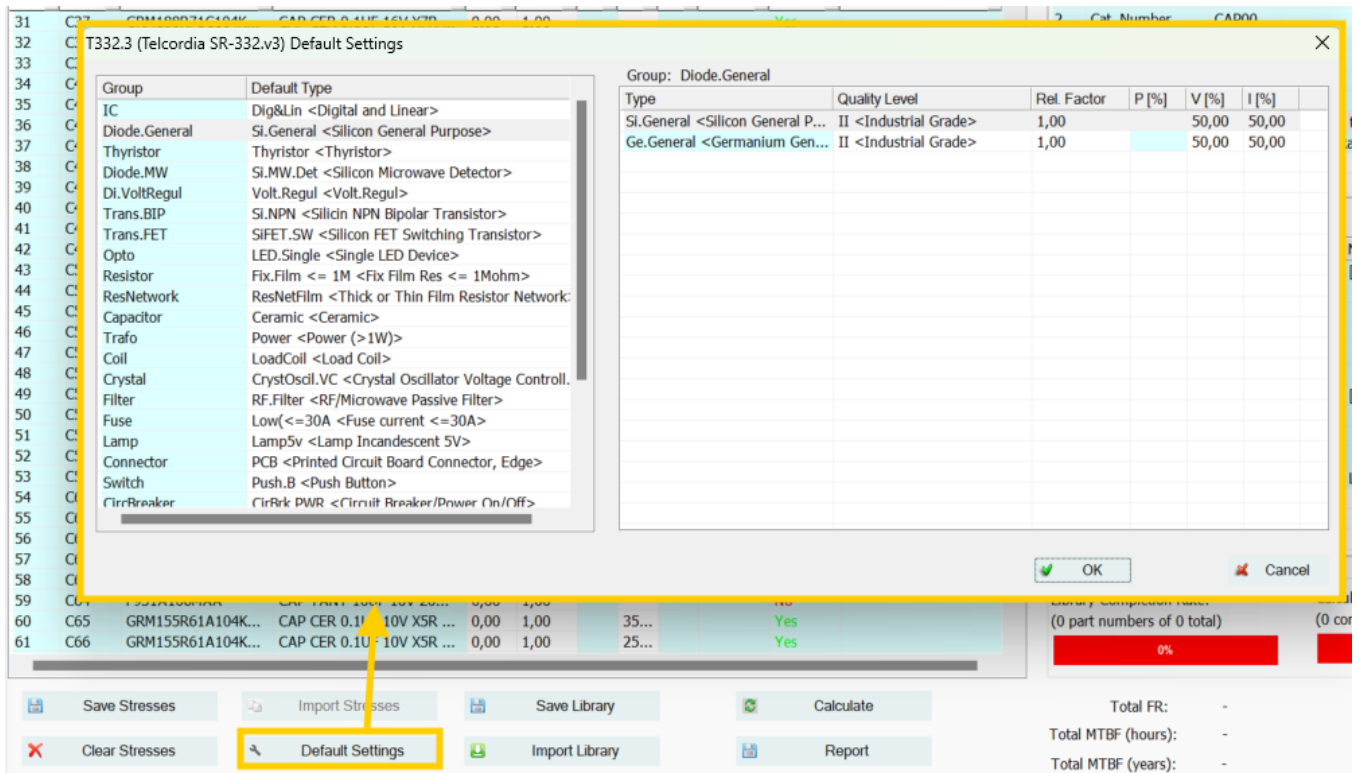

Figure 54. Default Settings
**Default Settings** ouvre la fenêtre **T332.3 (Telcordia SR-332.v3) Default Setting** (Figure 54), pour configurer les paramètres par défauts du type de composant pour un groupe donné, ainsi que la qualité, le facteur d'ajustement RF, V[%], I[%], P[%], par défaut pour un type de composant donné.